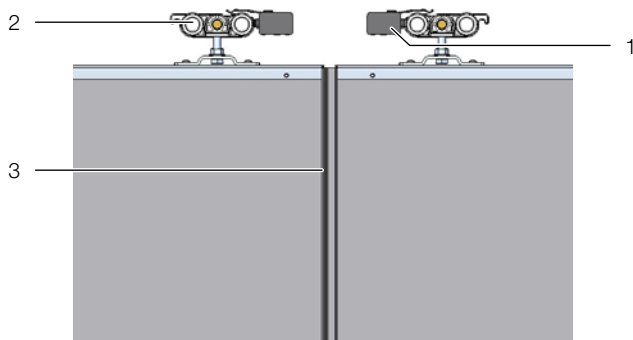

Abb. 23: Einbaulage Türstopper und Rollapparat innen ohne Selbstschließung
- Bei Schiebetüren **ohne Selbstschließung** je einen Türstopper von links und rechts so in die Laufschiene einführen, dass die „Zunge“ zum Stoppen der Laufrollen jeweils nach außen zeigt (Abb. 23).